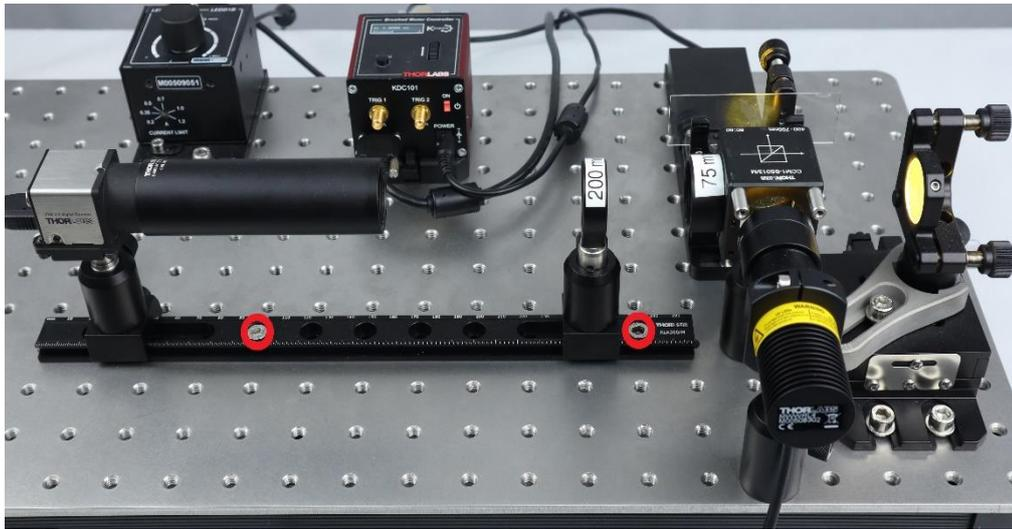

Abbildung 14: Position der Schiene mit Kamera und Linse
5. Drehen Sie die Kamera zur Seite und schrauben Sie die Schiene an den in Abbildung 14 rot markierten Stellen mit Kamera und Linse auf das Breadboard.